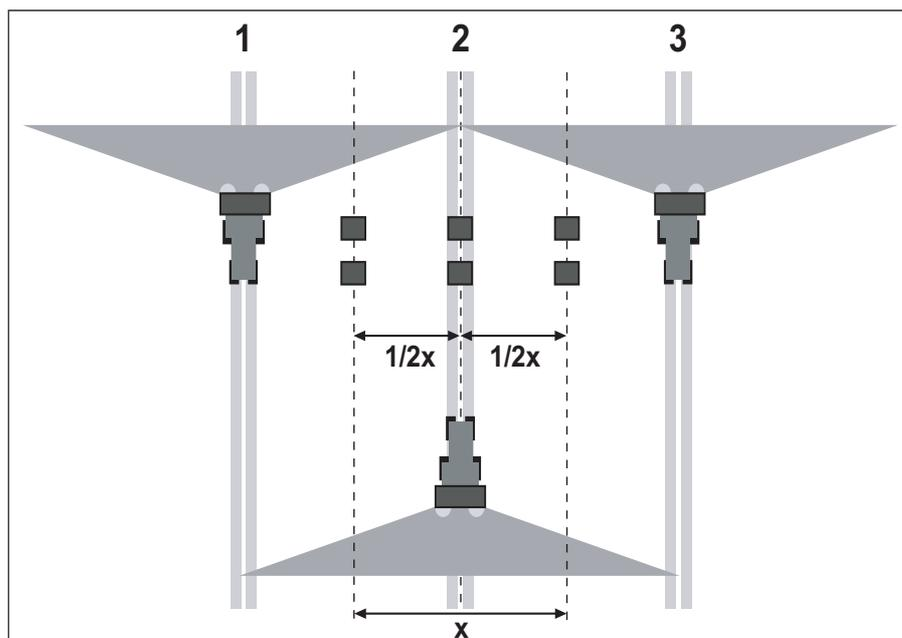

Imagen 8.14: Disposición para tres pasadas
- Colocar dos bandejas colectoras a una distancia de **1 m** una detrás de otra en las zonas de solapamiento y en el carril central (según Imagen 8.14).